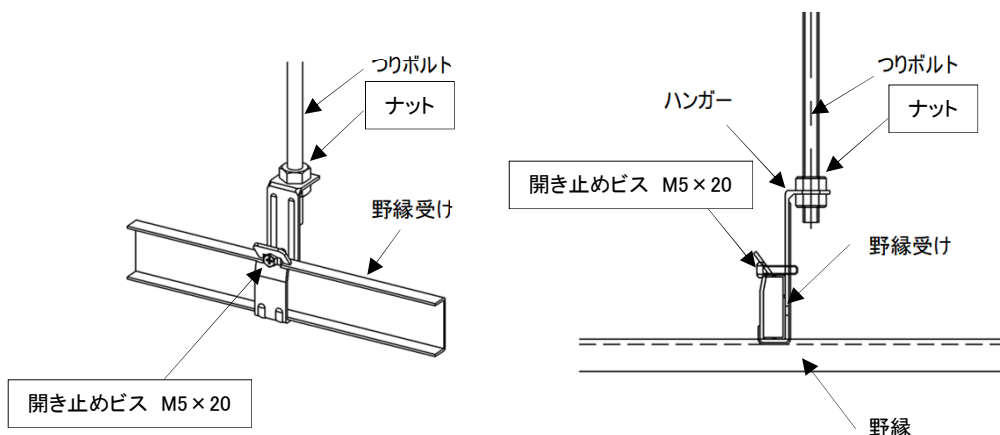

図 2-6 天井レベル確定
- ・ 野縁受けの脱落防止にハンガーの開き止めビスM5×20を取り付ける。(図2-6参照)